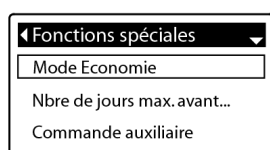

FIG.69
5. Appuyez sur SELECT (O) pour afficher le menu **Fonctions spéciales** (Figure 69).
9. Appuyez sur SELECT (O). L'affichage reviendra au menu **Fonctions spéciales** (Figure 69).